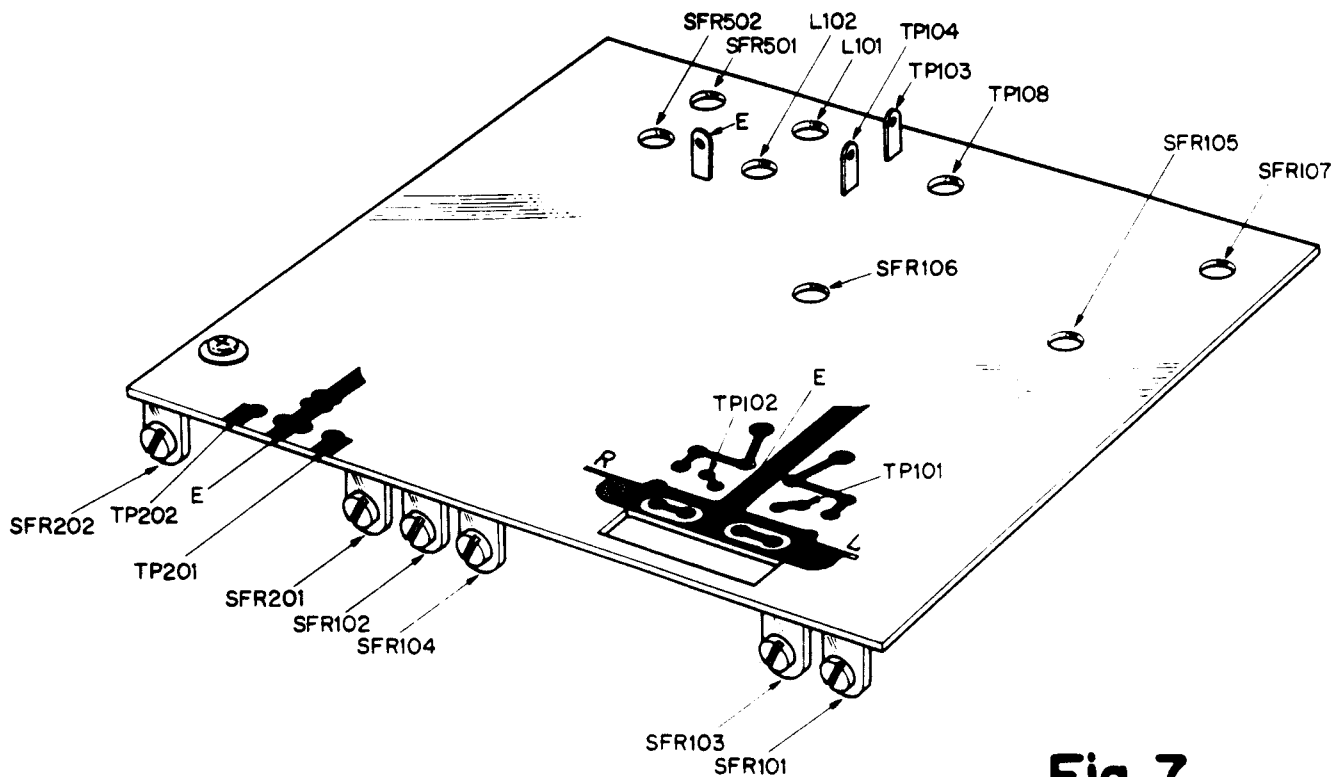

Fig. 7
- . Anordnung der wichtigsten Teile (Fig. 7)